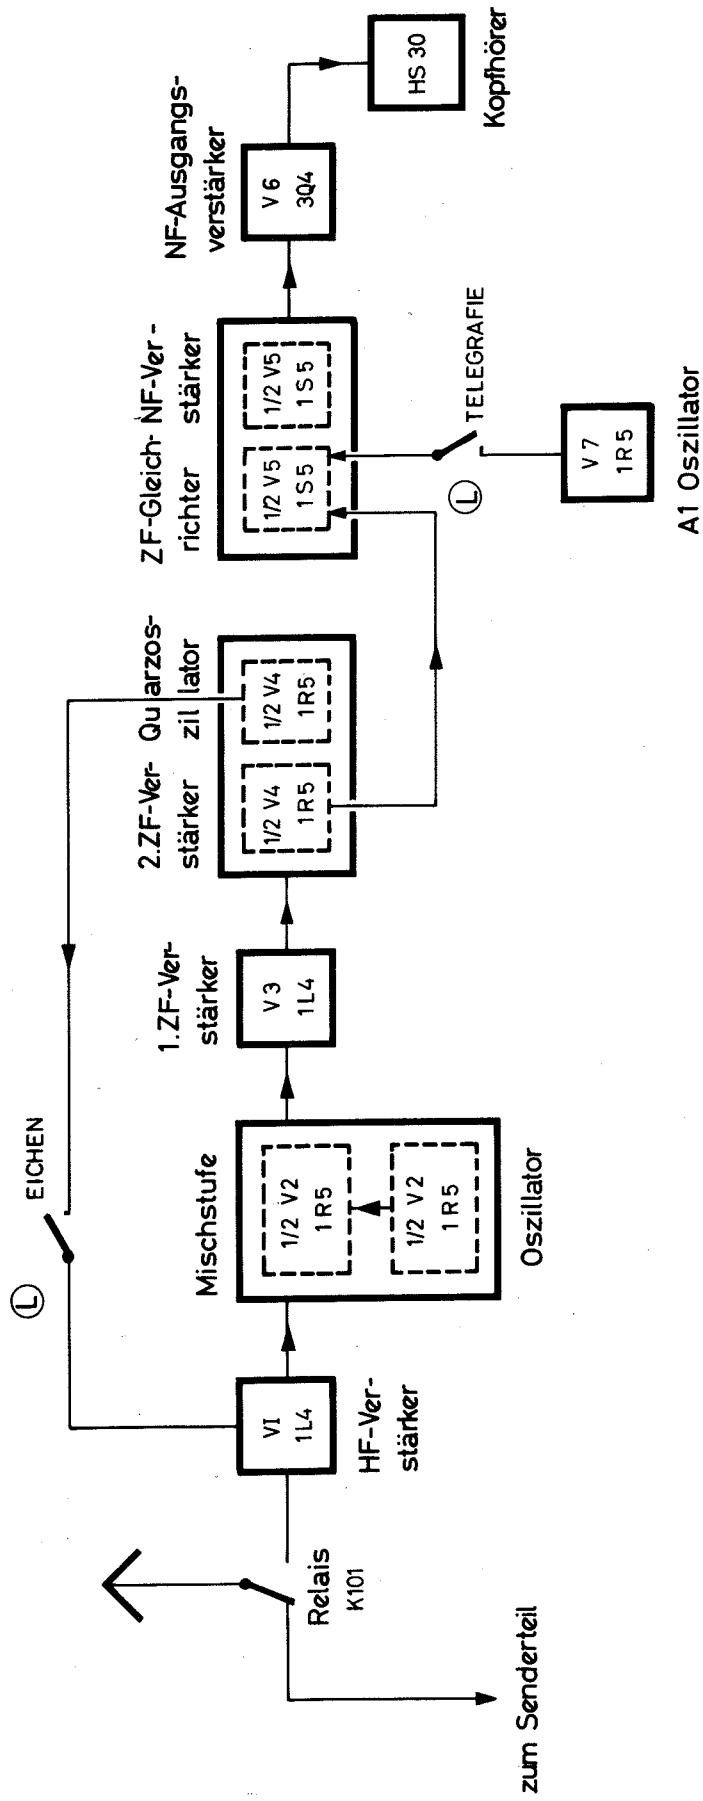

Bild 53 Blockschahtbild des Empfängerteiles RT-77/GRC-9
5.1.1 Blockschaltbild (Bild 53)
a) **Allgemeines.** Der Empfänger des Funkgerätes RT-77/GRC-9 besteht aus einem 7-Röhren-Überlagerungsgerät für den Empfang unmodulierter und amplitudenmodulierter Signale im Frequenzbereich von 2,0 bis 12,0 MHz. Der Frequenzbereich ist aufgeteilt in 3 Bänder: Band 1 = 6,6 bis 12 MHz, Band 2 = 3,6 bis 6,6 MHz, Band 3 = 2,0 bis 3,6 MHz. Das Blockschaltbild (Bild 53) zeigt den Weg, den das Signal durch den Empfänger nimmt. Sender und Empfänger werden an derselben Antenne betrieben. In Stellung „EMPF.“ wird die Antenne mit Hilfe eines Relais an den Empfänger geschaltet. In Stellung „SENDEN U. EMPF.“ (beim Drücken der Sprech- und Morsetaste) liegt die Antenne am Sender.